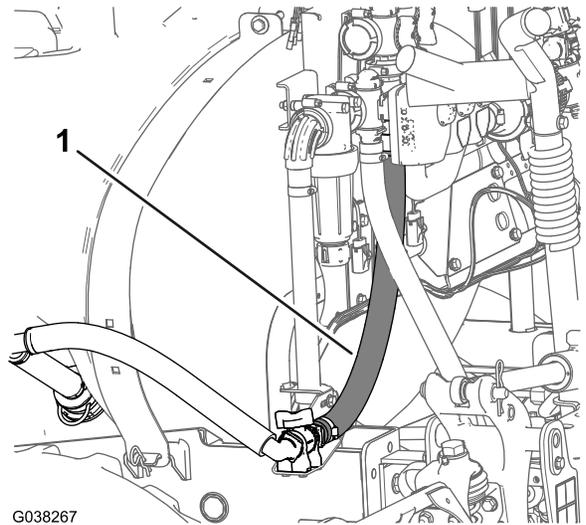

図 67
2. ホースを攪拌スロットルバルブに配設する 図 67。
3. 攪拌給液ホースのクイックコネクティングバーブ付きストレートを、攪拌スロットルバルブのクイックカップリングに組み付けるホースに付属しているリテーナを使用する 図 67。